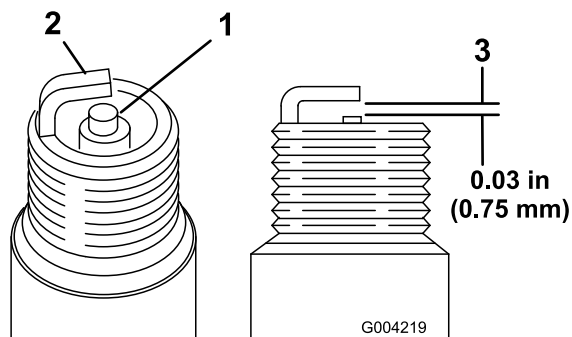

Figura 50
1. Veja a parte central de ambas as velas de ignição (Figura 50). Se verificar uma cobertura castanha ou cinzenta no isolante, o motor está a funcionar correctamente. Uma cobertura preta no isolante indica que o filtro de ar está sujo.
2. Verifique a folga entre os eléctrodos central e lateral (Figura 50).
3. Dobre o eléctrodo lateral (Figura 50) se a folga não for a correcta.